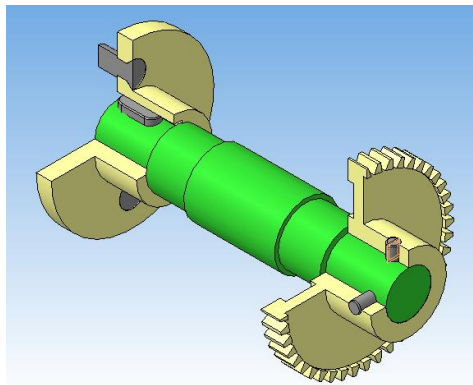

Рисунок 112.
5. В результате получаем сечение только колеса зубчатого, поводка и пальца (рисунок 112).